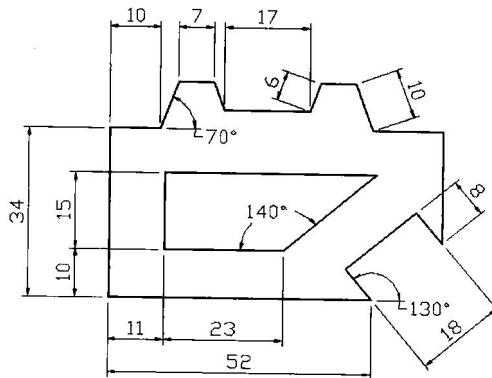

图1-8
**【练习1-8】：**设定极轴追踪角度为  $10^\circ$ ，打开极轴追踪，然后通过输入线段的长度绘制图 1-8 所示的图形。